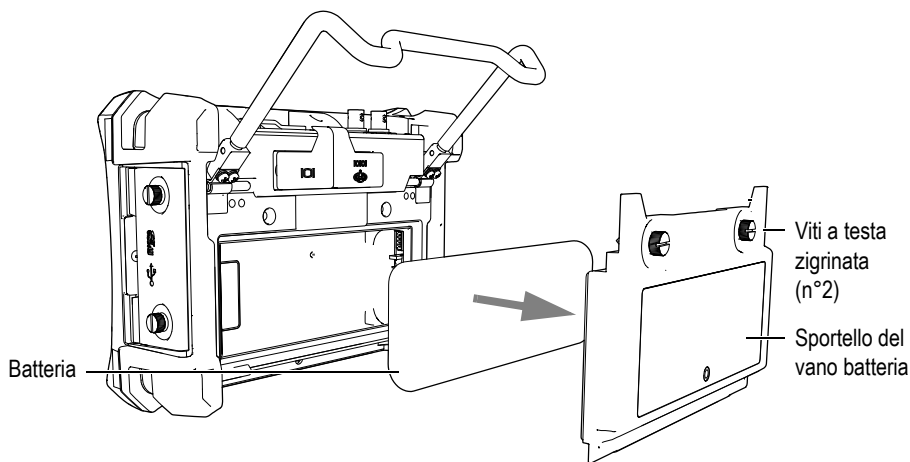

Figura 1-10 Rimozione dello sportello del vano batteria e la batteria agli ioni litio
2. Svitare le due viti a testa zigrinata che fissano lo sportello del vano batteria nella parte posteriore dello strumento ed in seguito rimuovere lo sportello del vano batteria (vedi Figura 1-10 alla pagina 27).
3. Rimuovere la batteria agli ioni litio, nel caso in cui sia installata (vedi Figura 1-10 alla pagina 27).